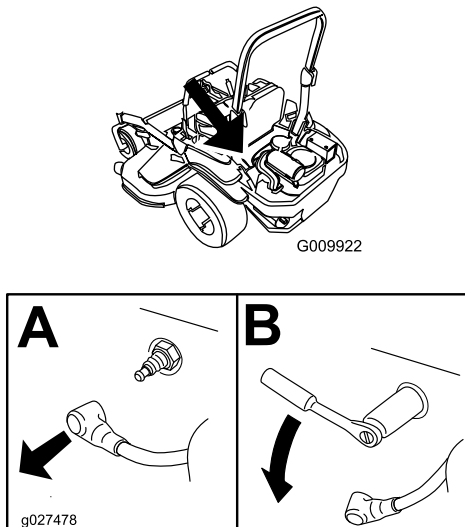

Figure 58
4. Localisez et retirez la ou les bougies comme montré à la Figure 58.